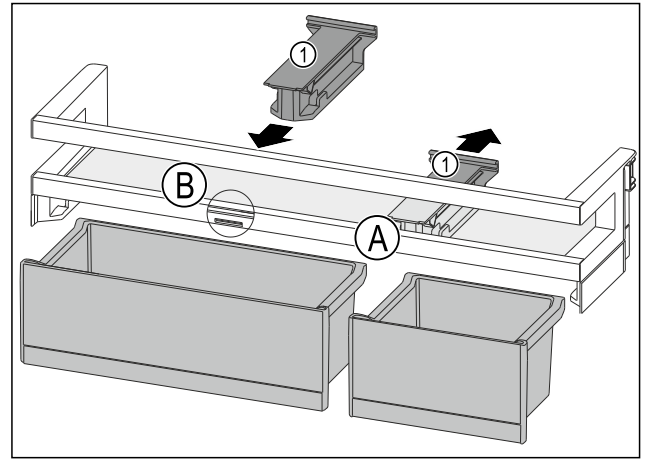

Fig. 152
- Vedä kiinnitysosa Fig. 152 (1) kohdassa Fig. 152 (A) taaksepäin irti.
- Aseta kiinnitysosa Fig. 152 (1) kohdassa Fig. 152 (B) paikalleen.